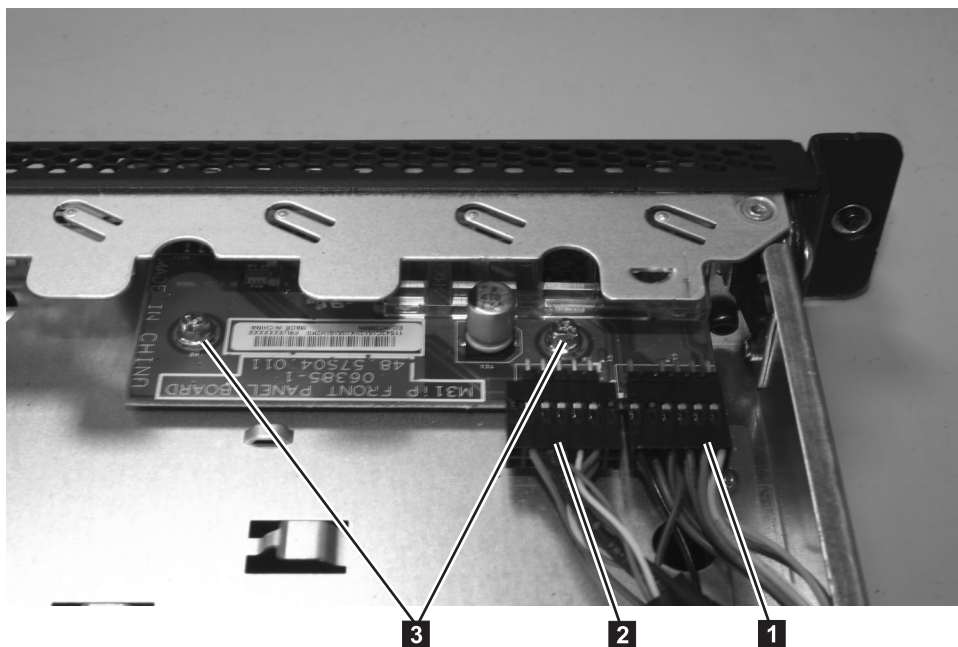

図 231. SAN ポリウム・コントローラー 2145-8A4 オペレーター情報パネル
6. ライト・パネル・ケーブル **1** および USB ケーブル **2** を、オペレーター情報パネル・ボードから切り離します (図 231 を参照)。